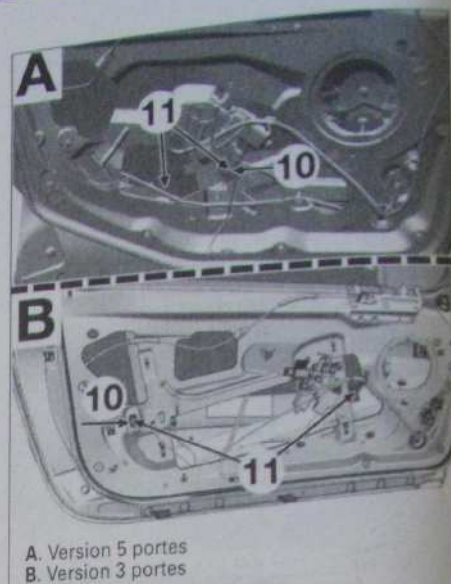
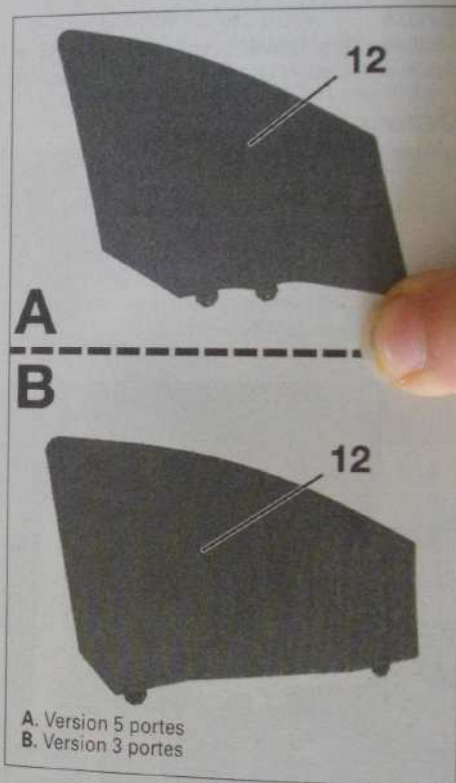

Fig. 111
Fig. 112
- À l'aide de la platine de contact, remonter la vitre par à-coups jusqu'à la position indiquée (10) (Fig. 111).
- Déposer les vis (11).
- Dégager la vitre mobile de porte (12) (Fig. 112).